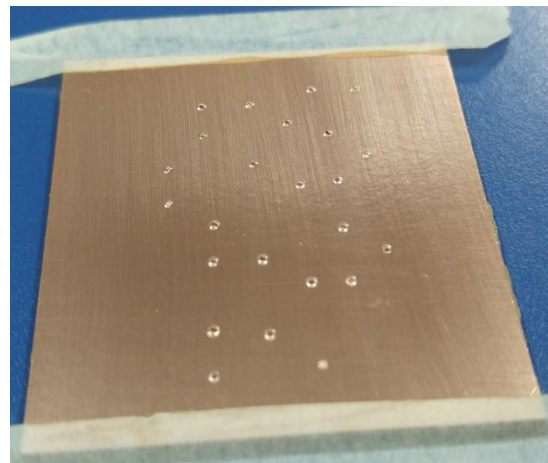

Fig. 8: Placa limpia y pulida
7. Con un algodón, limpiar la superficie con alcohol. Fig. 8.